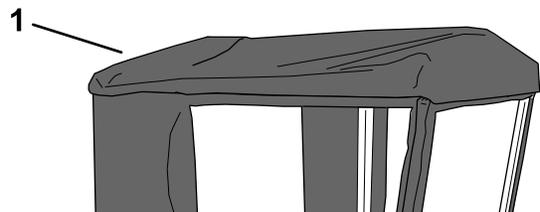

Figure 12
3. Fixez le panneau supérieur sur les panneaux et le pare-brise à l'aide des bandes auto-agrippantes (Figure 12).